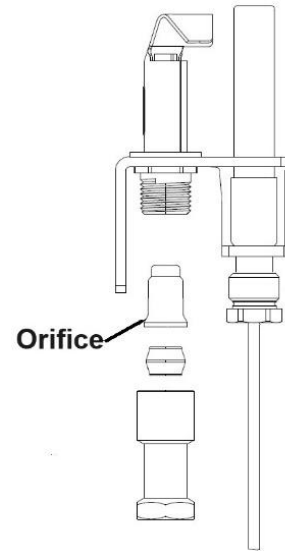

Fig. 6
8. Changez l'orifice pilote pour le gaz requis; remonter le tuyau jusqu'au pilote (Fig.6).